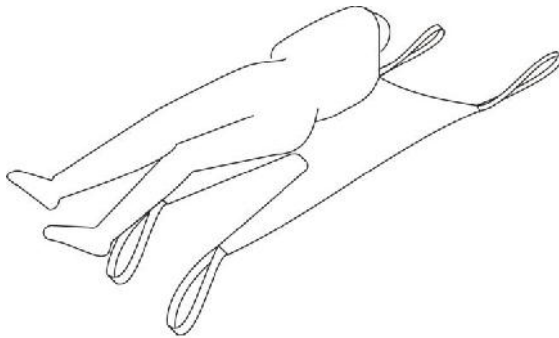

Figura 18. Forma de poner el arnés universal desde la posición acostado.
- ✓ Gire de medio lado al paciente y ubique el arnés bajo su espalda. luego gírelo para el lado contrario y termine de sacar el arnés por debajo de su espalda. (ver figura 18) Tenga especial cuidado de que cuando realice este procedimiento, el paciente quede centrado verticalmente en el arnés y de que la parte en la cual finaliza la “espalda del arnés” quede ubicada en la línea media de los glúteos.